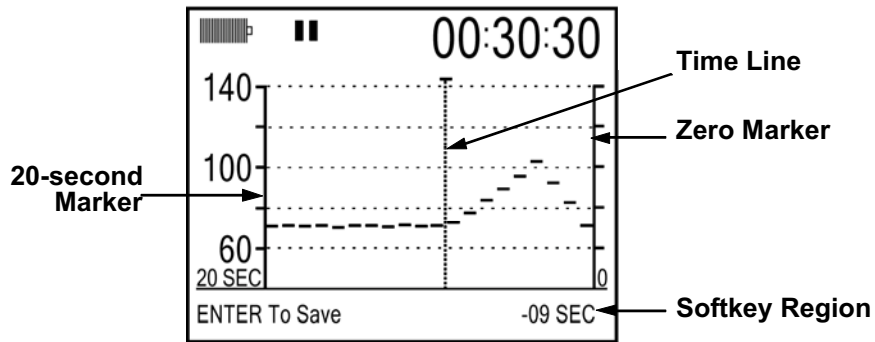

Bild 7-10: Anzeige Zeitverlauf mit Zeit-Linie
3. Drücken Sie den linken Pfeil, um die Zeitmarke von rechts nach links zu bewegen. Bezogen auf Bild 7-10 beginnt die Zeit- Linie an der Null-Markierung und kann bis nach ganz rechts über die 20 s bewegt werden. Damit kann der zu entfernende Bereich genau definiert werden.